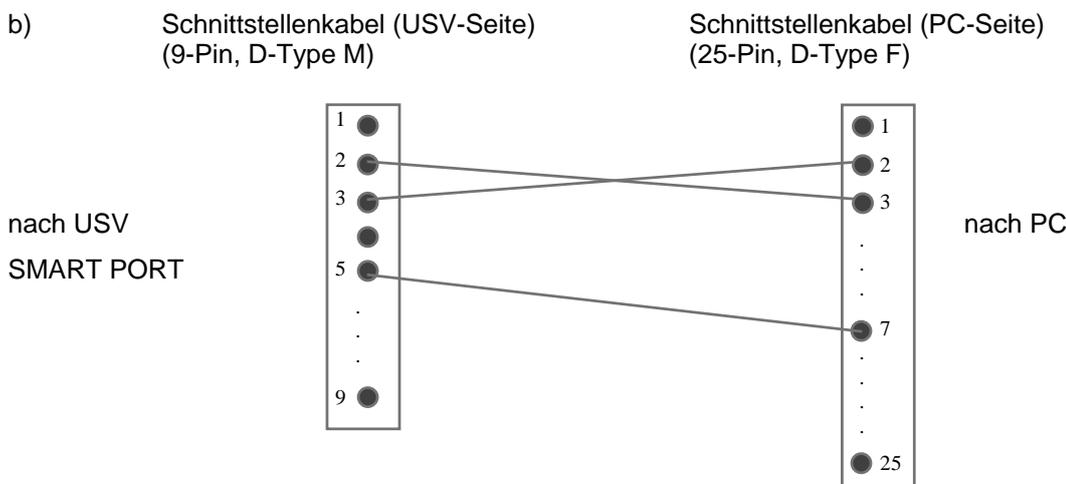

Bild 3.9 Verbindungskabel – PC Serielle Schnittstelle 25-polig
- Bild 3.9 wenn der PC eine 25-polige serielle Schnittstelle hat.